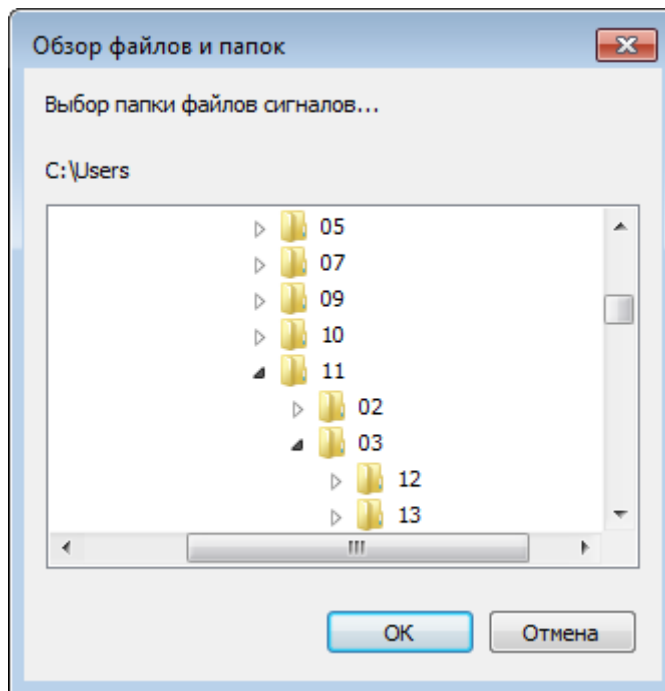

Рис. 4.10 Каталог «Обзор файлов и папок»
4. Выбор сигналов для воспроизведения осуществляется по активации меню «Выбрать директорию» в программе «Воспроизведение сигналов». В открывшемся каталоге «Выбор файлов и папок» (Рис. 4.10) следует выбрать соответствующую папку, где хранятся записанные сигналы, обработку которых планируется проводить. Поиск директории хранения записанных сигналов описан в разделе 4.4 (пункты 10-13).